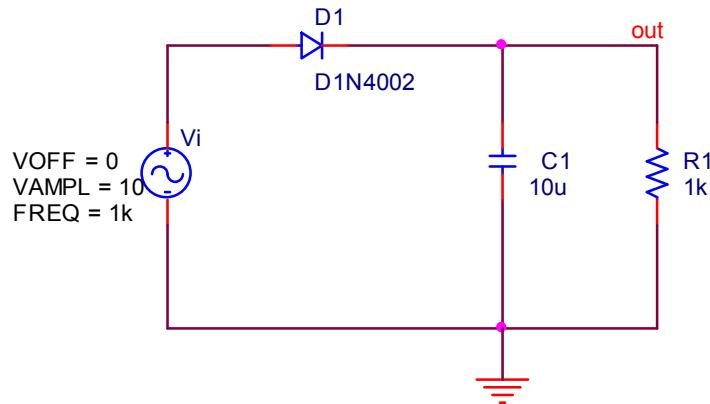

图 5.4 二极管半波整流滤波电路
4. 二极管半波整流滤波电路如图 5.4。 (ti5_1_6)